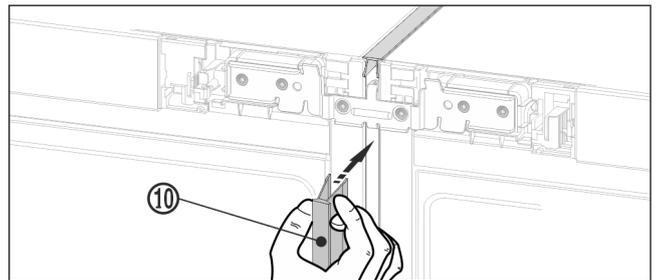

Fig. 22
- ▶ 在设备正面将长护板条 Fig. 22 (10) 压入垂直缝隙中。注意，护板条位于连接板上。